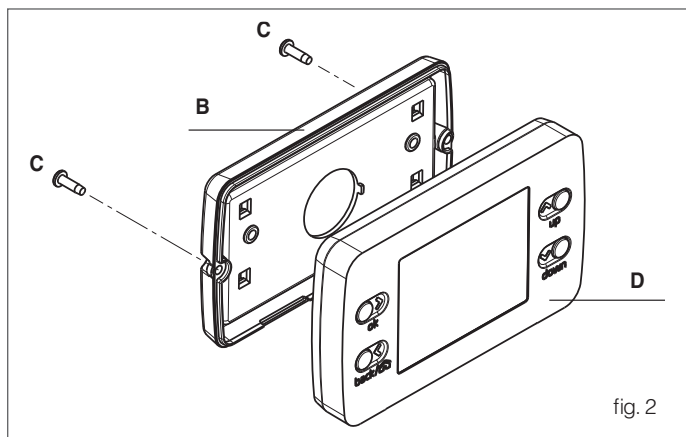

fig. 2
- Far passare il cavo attraverso il guscio inferiore (**B**, fig. 2).
- Assemblare il guscio al pannello comandi utilizzando le due viti (C, fig. 2) fornite a corredo verificando che l'aletta inferiore sia chiusa